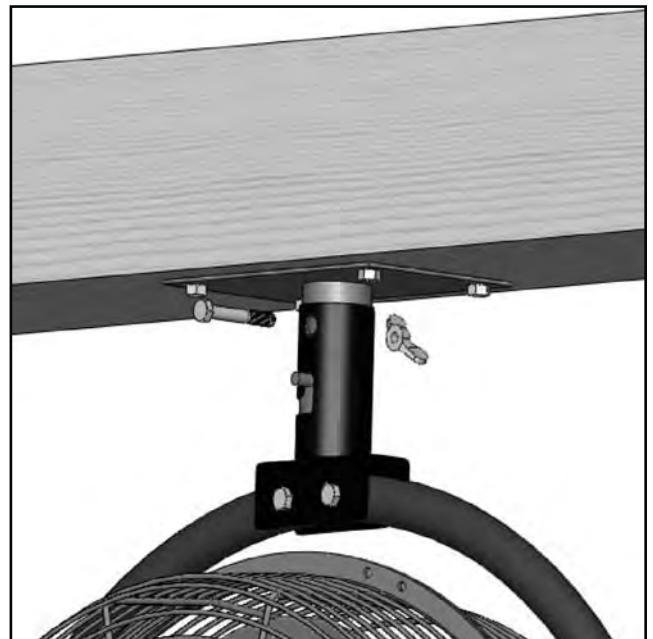

Figure 8:
4. Tournez complètement le ventilateur afin que la goupille de sécurité se verrouille en place et que les trous sur le poteau de montage s'alignent avec les trous sur le support du connecteur. (Voir la Figure 8, à la page 9)
5. Insérez la Vis à Tête à travers le poteau de montage et le support du connecteur et serrez fermement avec l'écrou à oreilles. (Voir la Figure 8, à la page 9)